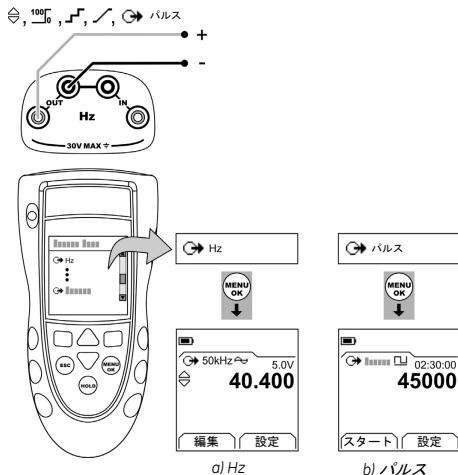

図2：構成例- 周波数信号またはパルスを供給します。
1. 本計器を接続し(図 2)、必要に応じて セットアップ(表 1)を行います。